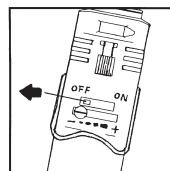

Fig. 8
- Forvisse deg om at på/av-knappen står på **off** og at loddepennen kjøles ned før du lagrer den eller forlater den uten tilsyn. Se fig. 8.